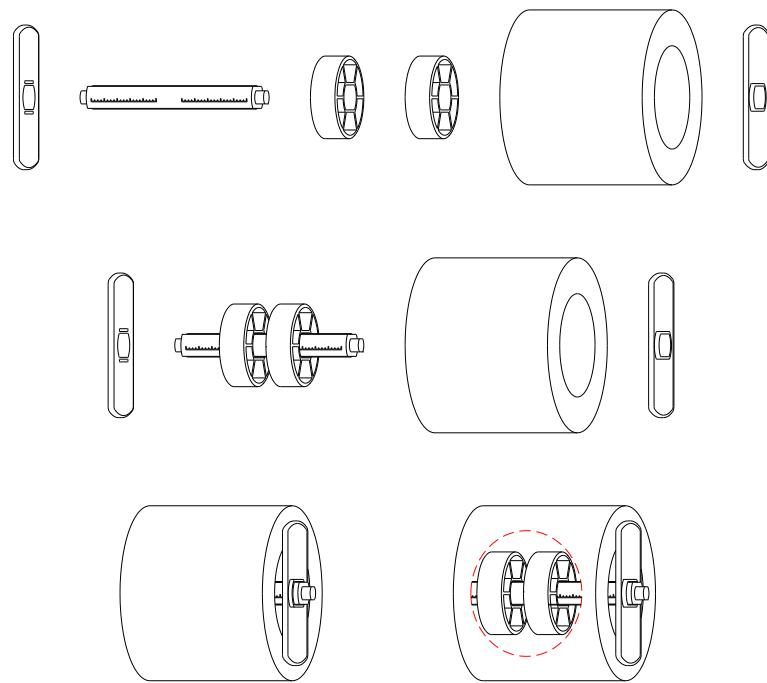

图 2-5
- 取出纸卷轴，将纸卷套入纸卷轴（如果是 3 英寸大纸芯的纸卷，请套入纸卷轴套筒），将两个纸卷挡板分别从两边套入纸卷轴，光滑面朝向纸卷，如图 2-5 所示。